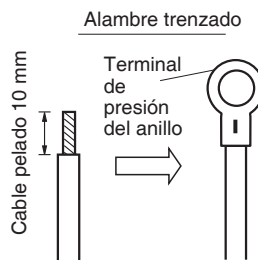
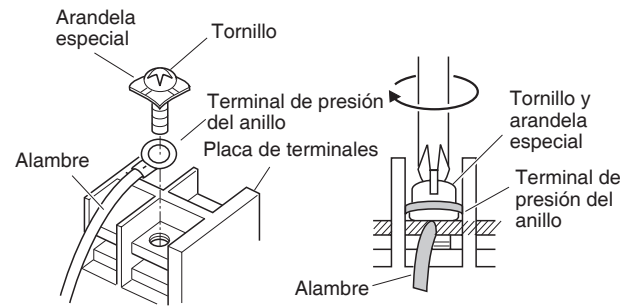

Fig. 4-7
Fig. 4-8
- (1) Corte el extremo del alambre con el alicate de corte, después desforre el aislamiento para exponer el cableado trenzado aproximadamente 10 mm y retuerza firmemente los extremos del alambre. (Fig. 4-7)
- (2) Use un destornillador de cabezal Phillips, retire los tornillos de los terminales en la placa de terminales.
- (3) Use un sujetador de conector de anillo o alicates, sujete con seguridad cada extremo del cable trenzado con un terminal de presión de anillo.
- (4) Coloque el terminal de presión del anillo y reemplace y apriete el tornillo del terminal retirado usando un destornillador. (Fig. 4-8)